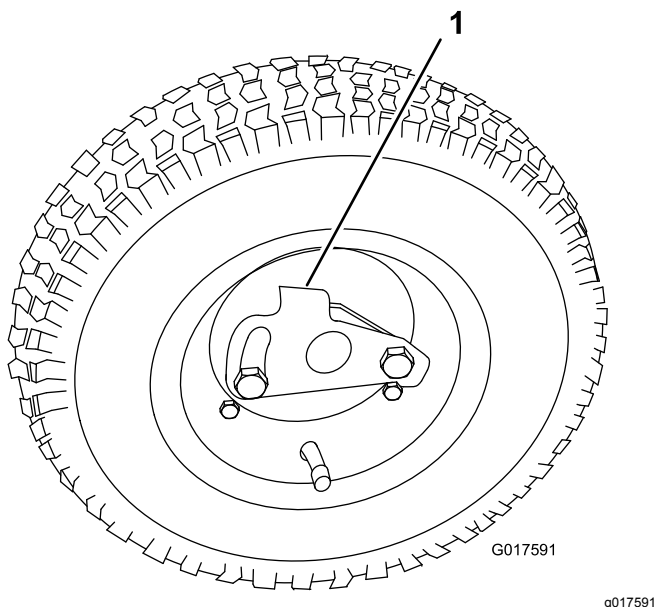

Figura 8
3. Gire o dispositivo de bloqueio da roda para fora do centro da roda permitindo que se afaste do eixo (Figura 8).